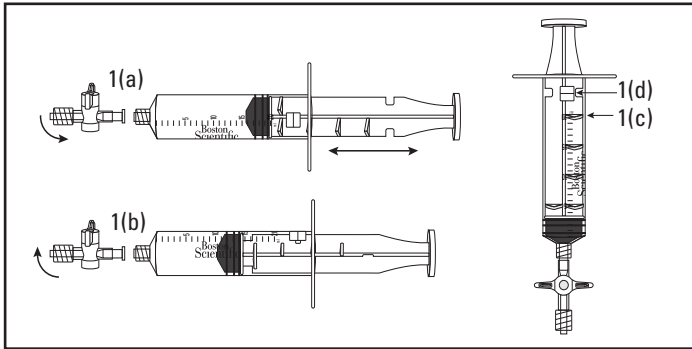

Figura 1.
- Examine la llave de paso (figura 1(a)). La llave de paso tiene dos conexiones Luer para acoplarla a la aguja y la jeringa. Puede intercambiarse aire con la llave de paso en posición abierta. La llave de paso está abierta cuando queda alineada paralelamente a la jeringa, y cerrada cuando se encuentra en posición perpendicular con respecto a la jeringa (como se muestra).
- Examine la jeringa (figura 1). El cilindro de la jeringa tiene un pasador de tope (figura 1(d)) y el émbolo de la jeringa cuenta con cuatro aletas de bloqueo (figura 1(c)). El émbolo de la jeringa se puede desplazar dentro del cilindro de la jeringa para bloquearla y desbloquearla. Para bloquear la jeringa, tire hacia atrás del émbolo hasta que se alinee con el volumen de succión deseado (figura 1(a)). Gire el émbolo hacia la derecha para que el pasador de bloqueo encaje con las aletas de bloqueo del émbolo (figura 1(b)). Gire el émbolo hacia la izquierda para soltarlo.